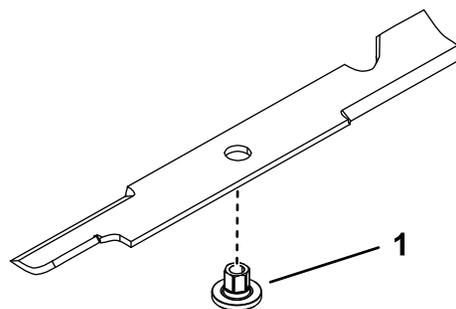

Figura 79
- Instale el casquillo a través de la cuchilla con la brida del casquillo en el lado inferior (lado del césped) de la cuchilla (Figura 79).